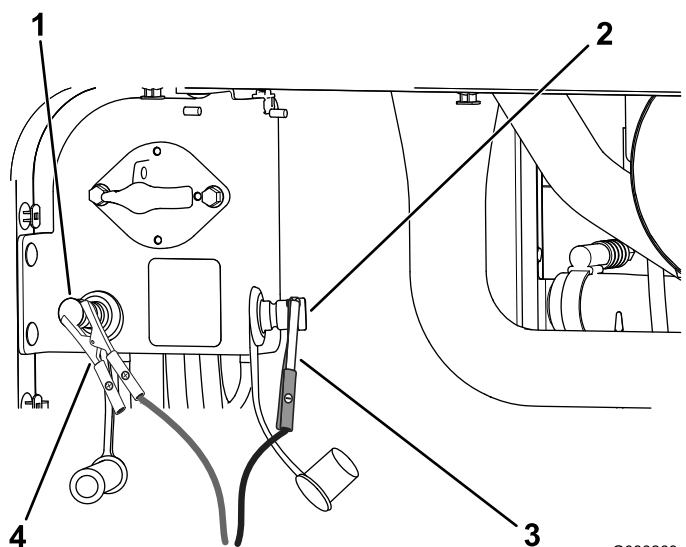

Figura 99
- Collegate il cavo di avviamento positivo (+) al polo di avviamento positivo (Figura 99).
- Collegate il cavo di avviamento negativo (-) al polo di avviamento negativo (Figura 99).
negativo (-) dal polo di avviamento negativo e che, successivamente, scolleghi il cavo di avviamento positivo (+) (Figura 99).